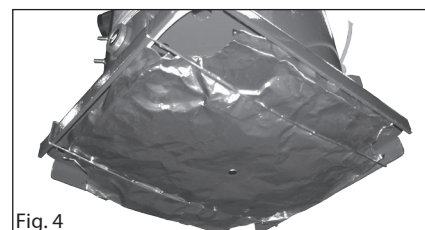

Fig. 4
- If a bottom insulation is included (Fig 4), install it under the base plate and fasten with two pins.
- Si l'accessoire contient une housse inférieure (Fig 4), l'installer sous l'embase et la maintenir avec deux épingles.
- Se l'accessorio contiene un gancio (Fig 4), installarlo sotto la base con i due clips.